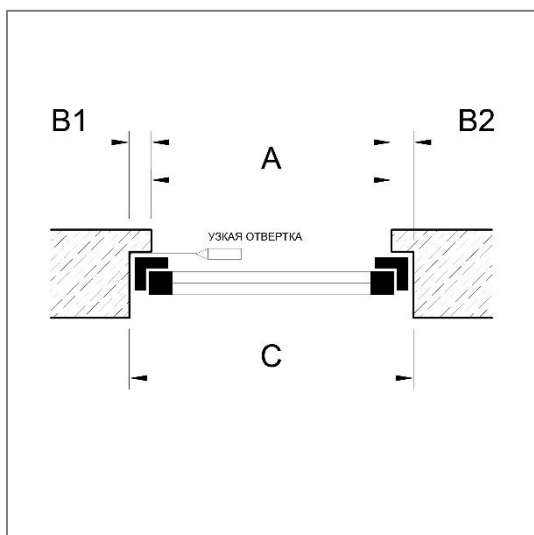

Рис. 1
2.1. Промерить ширину проема (размер А) со стороны улицы. При помощи отвертки произвести несколько контрольных замеров четверти (размеры В1 и В2) (рис. 1).
Если размер **В** меньше **40 мм** (рис. 1), то ширина оконного блока = **$C - (2 \times 20)$ мм**, где 20 мм - оптимальный монтажный зазор.
Если размер **В** больше **40 мм** (рис. 1), то ширина оконного блока = **$A + (2 \times 25)$ мм**, где 25 мм - оптимальная величина заведения рамы за четверть.